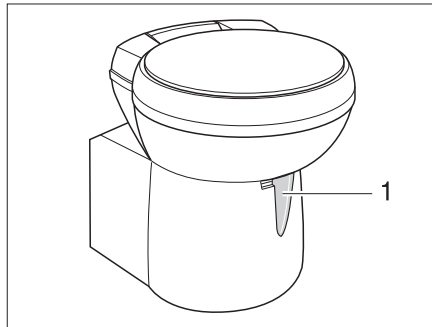

Fig. 347 Cuvette Thetford, orientable
- Avant d'actionner la chasse d'eau, ouvrir le curseur des toilettes Thetford. Pousser pour cela le levier du curseur (Fig. 347,1) dans le sens inverse des aiguilles d'une montre.
- Pousser le levier du curseur (Fig. 347,1) dans le sens des aiguilles d'une montre. Le curseur se ferme. Pour la vidange il **faut** que le curseur des toilettes Thetford soit fermé.